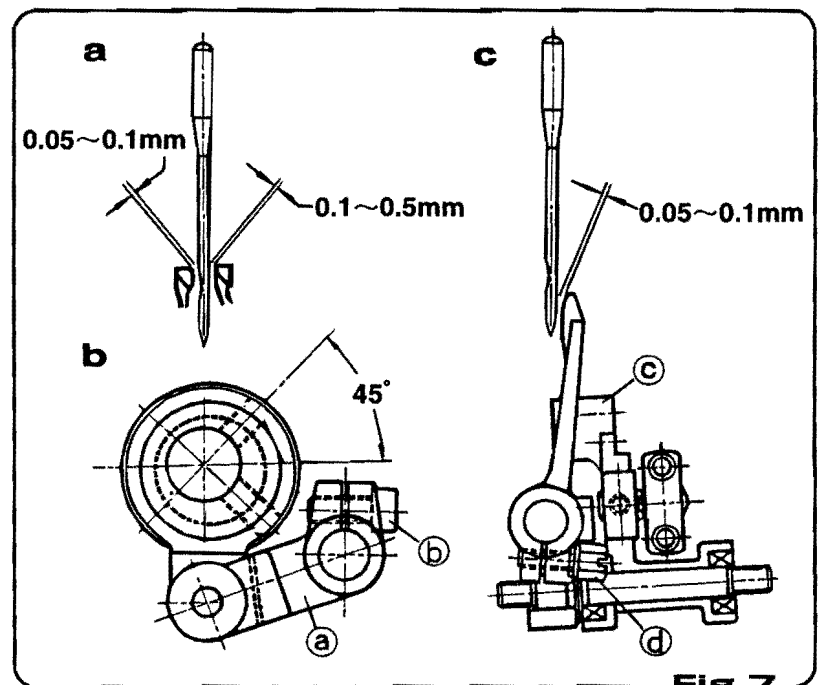

Fig. 7
Adjust the clearance between the needle and the looper to between 0.05-0.1mm when the needle goes forward and passes the rear of the needle. To obtain the correct clearance, loosen the screw (b) of the looper rocker frame (a) and incline (c) the looper rocker. Adjust the clearance of the needle and looper to between 0.1-0.5mm when the looper moves forward to the right at the closest point to the needle. (Fig.7-a)
To facilitate the adjustment first adjust the looper avoid eccentric cam so that its screw is 45° to center of the main shaft. (Fig.7-b)
Loosen set screw (d) and adjust the clearance of the needle and looper retainer to between 0.05-0.1mm as the needle goes up. (Fig.7-c)
* 次に、ルーパーが前進から右に後退するとき、針のえぐりとルーパーの間隔は0.1～0.5mmに調整して下さい。(Fig.7-a)
* ベルクランクが下がった位置で、ルーパー倒しカムのネジが45°の位置になるように、ルーパー倒しカムを仮締めして、微調整をして下さい。(Fig.7-b)
針がもっとも下がった位置から、上昇するときに、ループガイドと針の間隔を0.05～0.1mmになるように調整して下さい。(Fig.7-c)